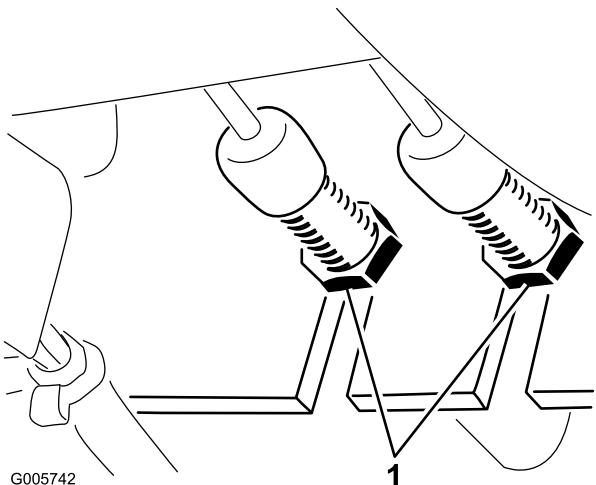

Figure 60
1. Pour réduire la garde aux pédales de freins directionnels (c.-à-d. pour serrer les freins), desserrez l'écrou avant sur l'extrémité filetée du câble de frein (Figure 60) Serrez ensuite l'écrou arrière pour déplacer le câble en arrière jusqu'à obtention d'une garde de 13 à 25 mm. Resserrez l'écrou avant lorsque les freins sont réglés correctement.